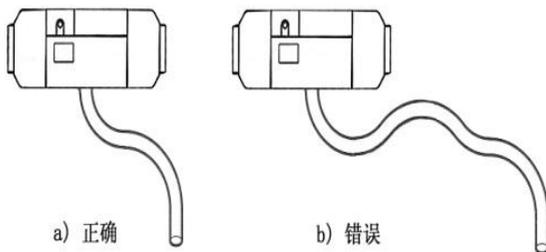

图 22
4.6.3 进气管和排气管,从加热器向车外,应采用向下的走向(图 22),否则,应在管路的最低点开一个  $\phi 4mm$  的冷凝水排泄孔。如需弯曲时,管路的弯曲半径不能小于  $50mm$ 。并且,每个管的所有弯曲角度之和不能超过  $270^\circ$ 。